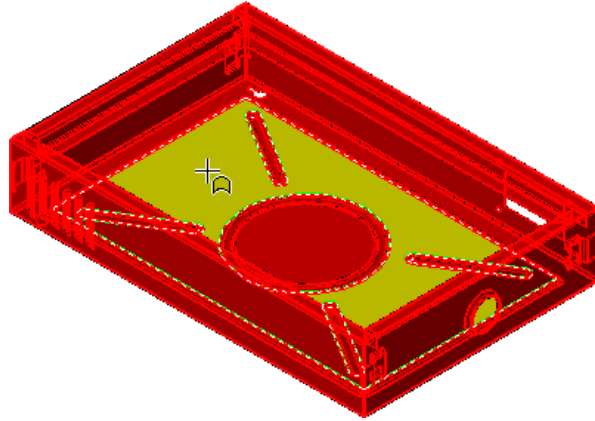

Рисунок 75.
- Укажите грань, которая должна оставаться неподвижной (рис. 75).